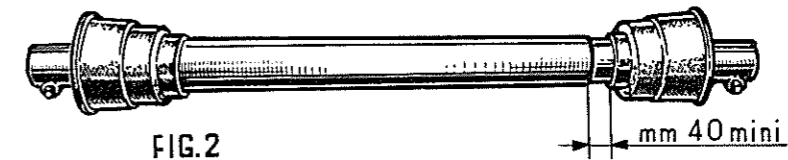

FIG.2
- L'arbre à cardans doit être correctement monté (voir fig.2). Pour cela, une distance de 40mm est nécessaire entre l'extrémité de la protection extérieure de l'arbre et la bulée de la protection intérieure lorsque l'arbre est parfaitement perpendiculaire au rateau faneur. Si cette condition n'est pas satisfaite, l'arbre doit être raccourci.